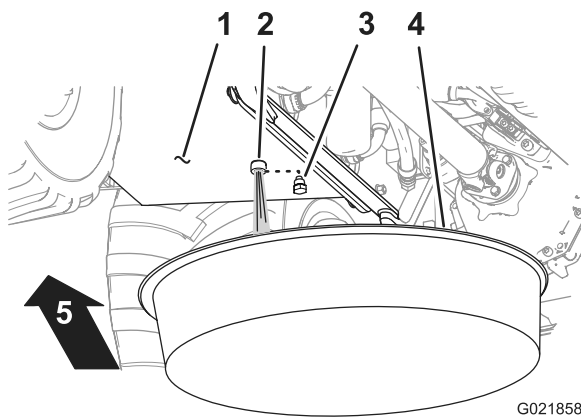

Figure 92
4. Placez un bac d'au moins 75,7 litres sous le bouchon de vidange du réservoir hydraulique (Figure 92).
5. Enlevez le bouchon de vidange du réservoir hydraulique (situé sous le réservoir), et vidangez le réservoir (Figure 92).
7. Remettez le bouchon de vidange (Figure 92).